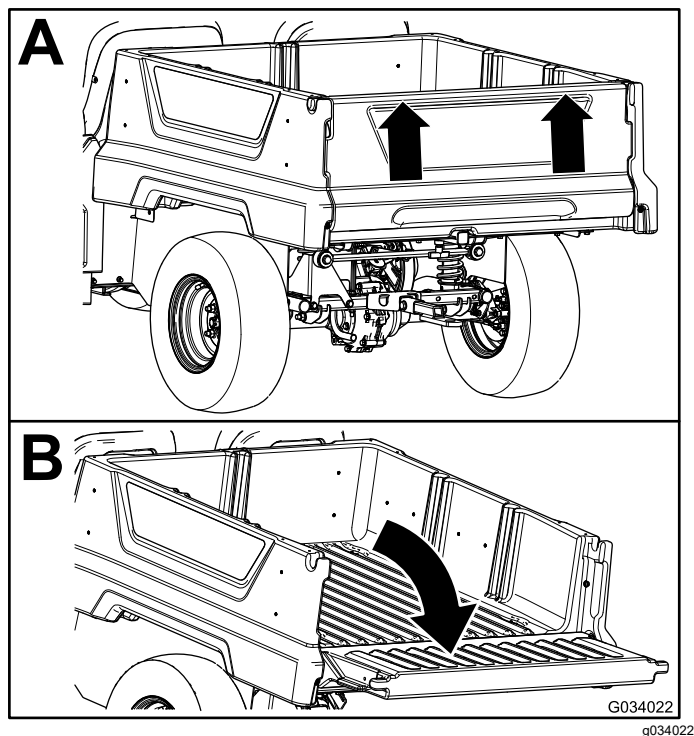

Figura 21
2. Ridicați cu ambele mâini oblonul spate folosind proeminența de lângă partea superioară a acestuia (Figura 21).
3. Coborâți oblonul spate până când acesta este la același nivel cu partea de jos a platformei de încărcare (Figura 21).